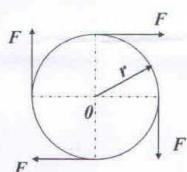

图 1
1. 半径为  $r$  的圆在水平方向和竖直方向受到切向力  $F$  的作用，如图 1 所示，该力系向圆心 O 简化后的主矢  $F_R = \underline{(1)}$ 。